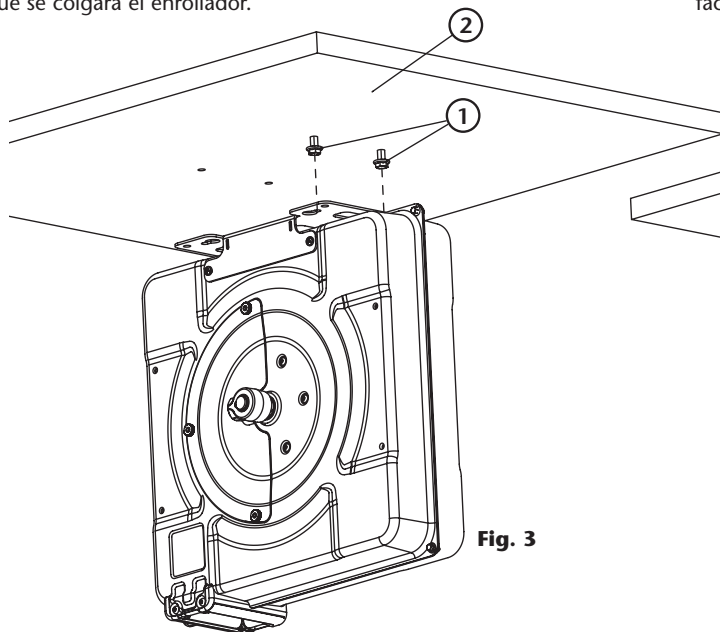

Fig. 3
- Para instalar el enrollador sobre la superficie de montaje (2) (fig. 3), primero se recomienda introducir 2 tornillos de M10 (1) (fig. 3) sobre la superficie, dejando sobresalir las cabezas de estos sobre las que se colgará el enrollador.